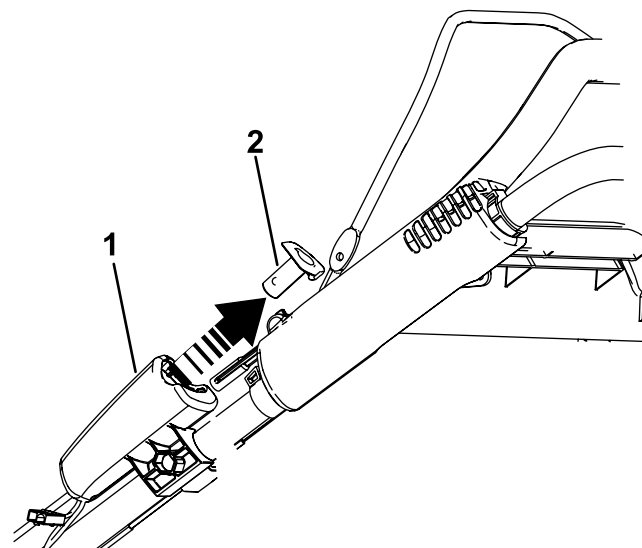

Figura 21
1. Modelos de arranque eléctrico solamente: retire el botón de arranque eléctrico; consulte Figura 21.